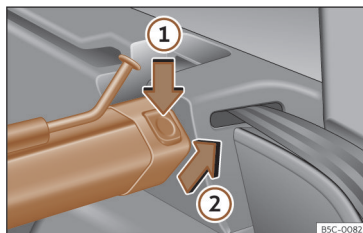

Fig. 182 En el maletero: desmontar la red de separación.
- Presione la tecla de desbloqueo izquierda o derecha >>> **fig. 182 ①** en el sentido de la flecha **①**.
- Extraiga la carcasa del soporte en el sentido de la flecha >>> **fig. 182 ②**.
- Presione la carcasa en los soportes izquierdo y derecho en el sentido contrario al de la flecha >>> **fig. 182 ②** hasta que encastre. Las marcas rojas de las teclas de desbloqueo no deberán verse más.